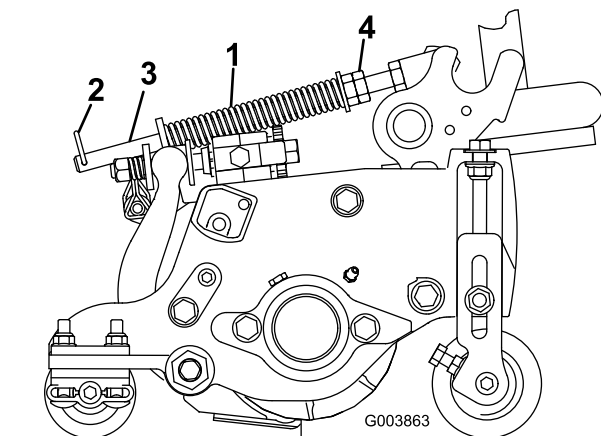

図 21
ターフ補正スプリング(図 21)は、カuttingユニットの前から後ろへの「体重移動」を行う働きがあります。これにより、マーセリングやボビングと呼ばれる「波打ったような」仕上がりを防いでいます。
1. スプリングロッドの後穴にヘアピンコッターを忘れずに取り付けてください(図 21)。
2. スプリングロッド前部の六角ナットを締めて、スプリング圧縮状態の長さが159 mmになるようにする(図 21)を参照。